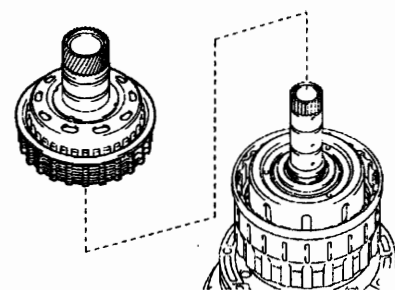

图 12-1-116
②如图 12-1-116 所示, 从离合器鼓总成上拆下倒挡离合器鼓分总成、倒挡离合器反冲套筒、离合器缓冲片、倒挡离合器盘法兰、5 个倒挡离合器盘和 4 个离合器片。